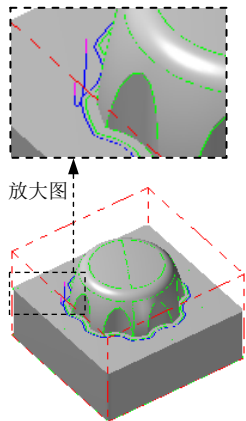

图 11.11.4 刀具路径
(2) 设置切削方式。在“交线清角精加工参数”选项卡中“整体误差(T)...”文本框中输入值 0.02。
(3) 完成参数设置。对话框中的其他参数保持系统默认设置值，单击“曲面精加工交线清角”对话框中的  按钮，同时在图形区生成图 11.11.4 所示的刀具路径。
(1) 在“操作管理器”中单击  刀具路径 - 69.4K - COREPART.NC - 程序号码 0 节点，系统弹出的“路径模拟”对话框及“路径模拟控制”操控板。
(2) 在“路径模拟控制”操控板中单击  按钮，系统将开始对刀具路径进行模拟，结果与图 11.11.4 所示的刀具路径相同，在“路径模拟”对话框中单击  按钮。